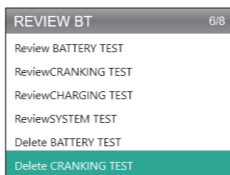

Figura 5.1.4
4. Selecciona Revisar BT y presiona [OK]. Aparecerán ocho opciones en la pantalla (Ver la Figura 5.1.4), incluida la revisión de las pruebas de la batería, las pruebas de arranque, las pruebas de carga y los resultados de las pruebas del sistema.